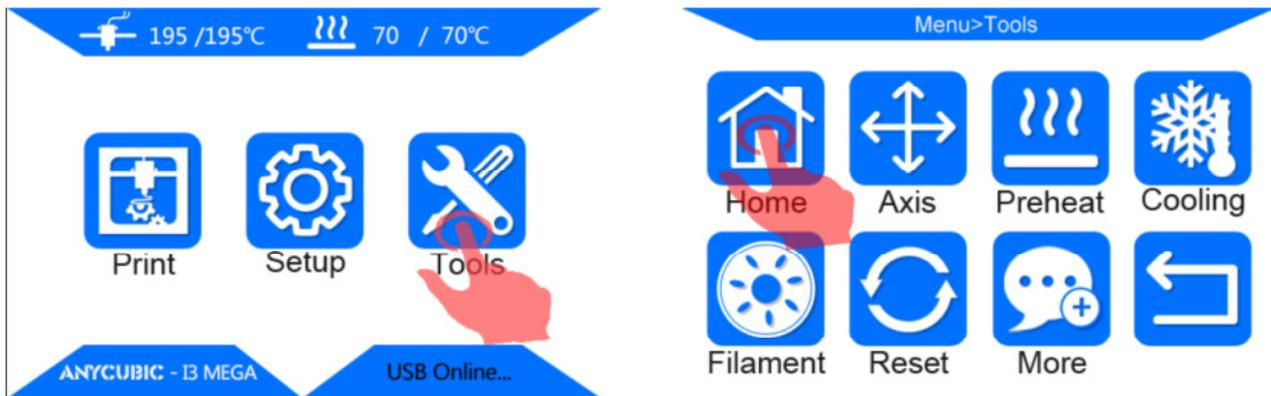

Abbildung 7
**Schritt 2** Wie in **Abb. 7** gezeigt, klicken Sie im Home-Menü auf "Tools" → "Home" → "Home All"